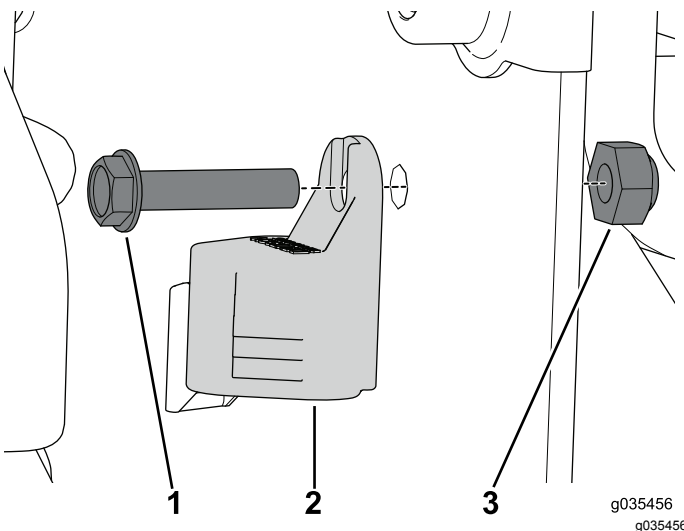

Figura 16
- Utilize o parafuso (n.º 10 x 7/8 pol.) e a porca de bloqueio para prender a tampa da tomada à caixa do controlador (Figura 16).